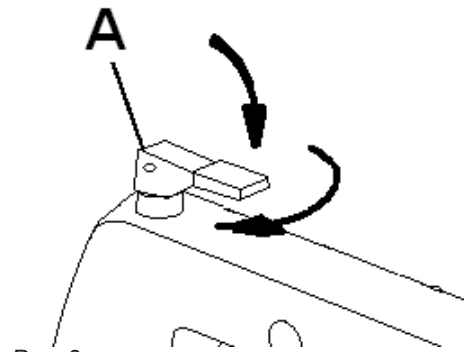

Рис. 8
- Поверніть її за годинниковою стрілкою, щоб збільшити натягнення (рис. 8).